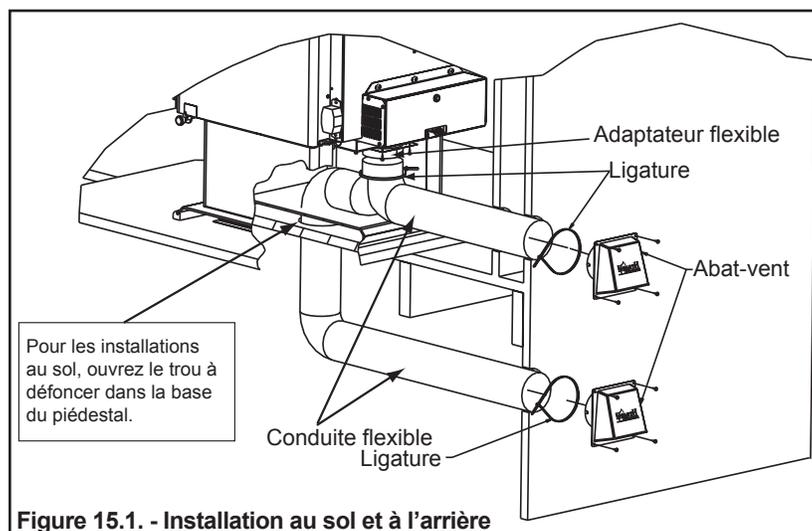
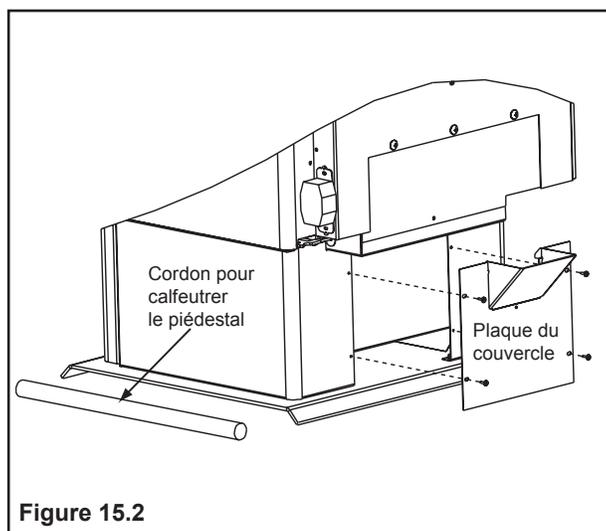

Figure 15.1. - Installation au sol et à l'arrière
Figure 15.2
Le kit SRV7033-041 inclut: la plaque de recouvrement et le cordon d'étanchéité (voir l'autre type d'installation au sol ci-dessous, **figure 15.2**)
2. Utilisez un tournevis à tête cruciforme no 2 pour fixer l'adaptateur flexible à l'appareil au moyen de 4 vis. **Figure 15.1**
la **figure 15.1**. Dans ce cas, vous devrez commander le kit SRV7033-041 qui inclut la plaque de recouvrement et le cordon d'étanchéité illustrés à la **figure 15.2**. Le but est d'étanchéifier le piédestal pour que l'air de la pièce ne puisse pas s'infiltrer dans le piédestal.